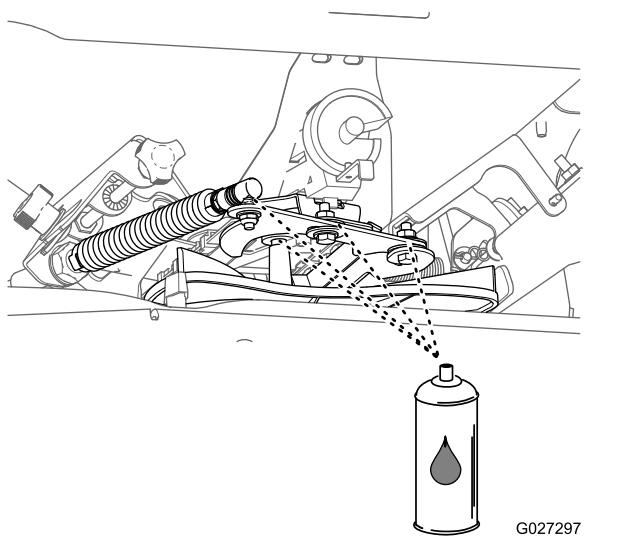

Figure 59
- Appliquez du lubrifiant hydrofuge sur les composants, comme montré à la Figure 59.